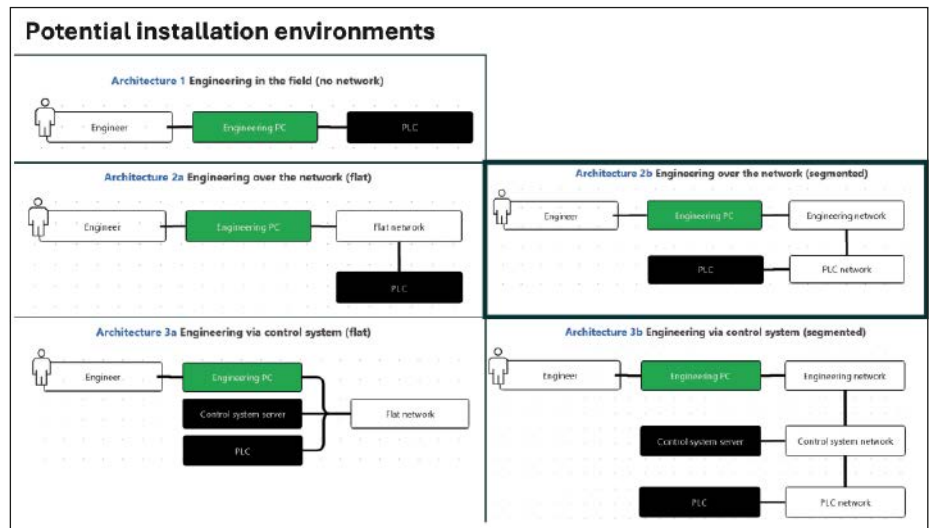

Abb. 3: Mögliche Einbaumöglichkeiten für den Engineering-PC (grün)
- Empfehlungen in Abhängigkeit der ausgewählten Architektur gibt (Beispiel in Abb. 3).